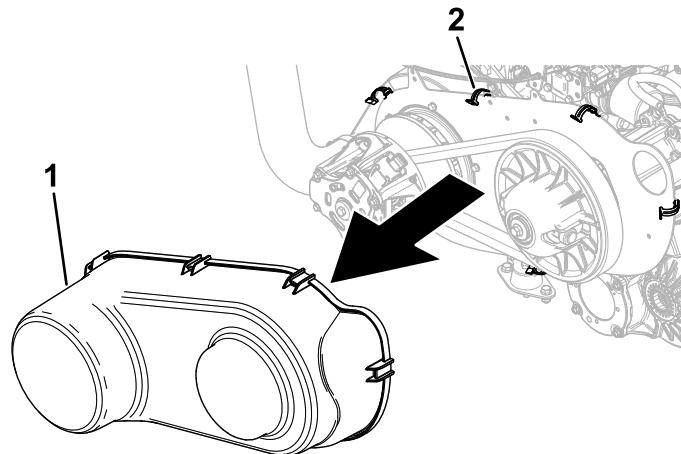

Figure 124
5. Débloquez les 6 clips élastiques qui fixent le protège-courroie et déposez celui-ci (Figure 124).
- 8. Reposez le protège-courroie (Figure 124).
10. Reposez le protège-courroie (Figure 124).